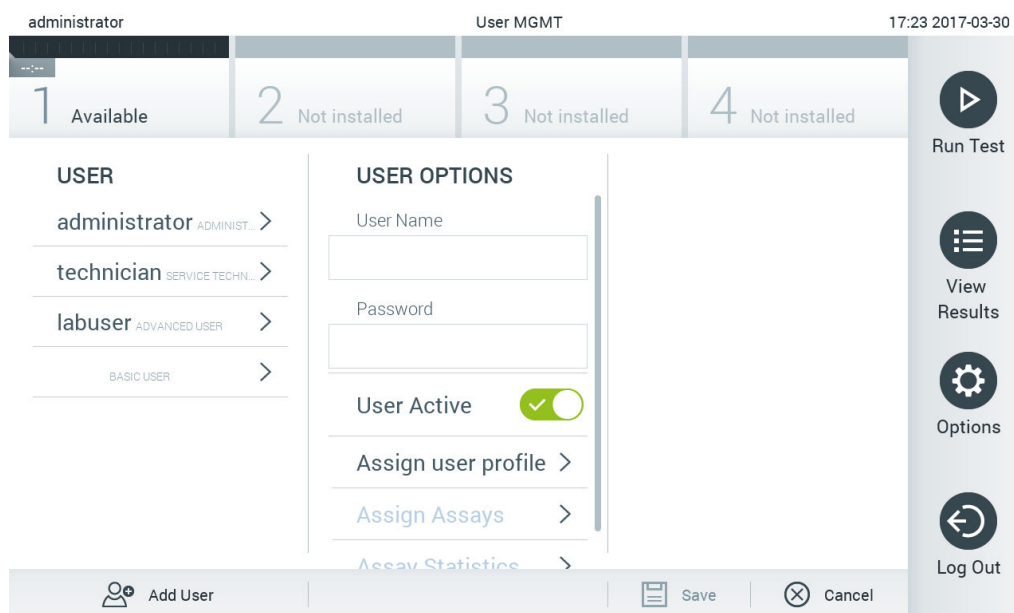

Рис. 57. Добавление нового пользователя.
1. Нажмите на кнопку **Options** (Опции), а затем на кнопку **User Management** (Управление пользователями), чтобы настроить конфигурацию для пользователей. В области содержимого на дисплее отобразится экран «User Management» (Управление пользователями) (рис. 57).